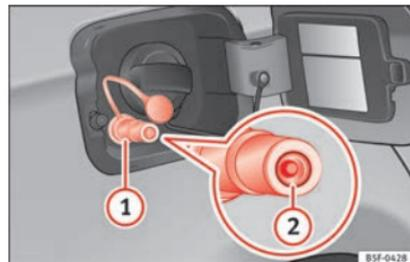

Abb. 246 Geöffnete Tankklappe: Gas-Einfüllstutzen ①, Dichtung des Einfüllstutzens ②.
- Öffnen Sie den Gas-Einfüllstutzen **» Abb. 246 ①**.